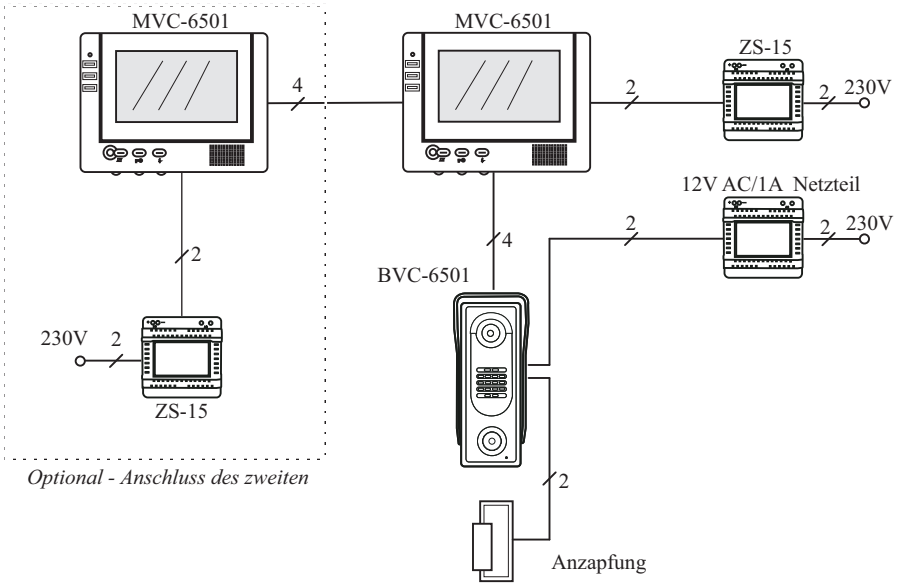

Abb. 4. Anschluss der Video-Haussprechanlage Draco - Schema Teilstrich 1
- Um zwei MVC-6501 Monitore an eine Außenstation anzuschließen, soll ausschließlich der zusätzliche Monitor (Steckdose J100) mit Strom versorgt werden und beide Monitore mit der Steckdose J102 verbunden werden. Die Steckdose J103 im zweiten Monitor wird nicht benutzt. Siehe dazu die Abbildung 4 und 6.